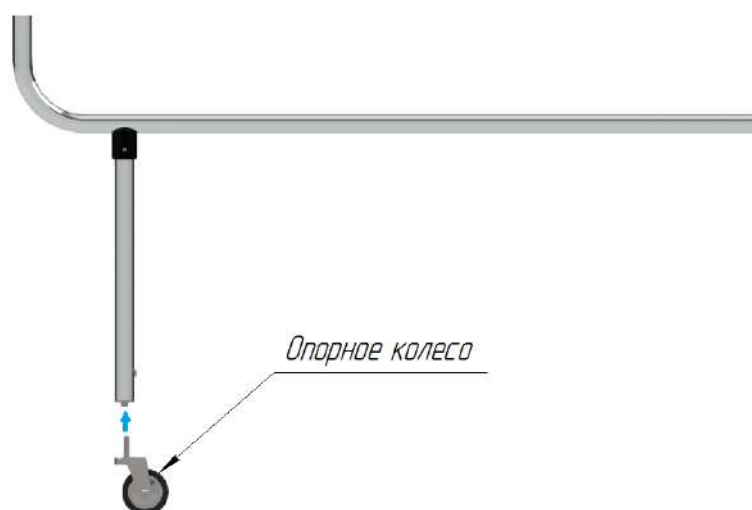

Рисунок 7.2.2 Установка опорного колеса
- 2 Закрутите резьбовую ось опорного колеса в основание опорной планки створки (рисунок 7.2.2)